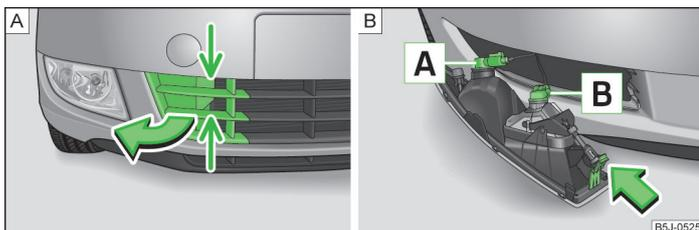

Abb. 158 Vorderer Stoßfänger: Schutzgitter / Ausbau des Nebelscheinwerfers
Glühlampenordnung » Abb. 158.
- » Abb. 158 - **A** und die Abdeckkappe in Pfeilrichtung herausnehmen.
- Die Hand in die Öffnung im Schutzgitter führen und die Rastnase » Abb. 158 - **B** in Pfeilrichtung drücken.